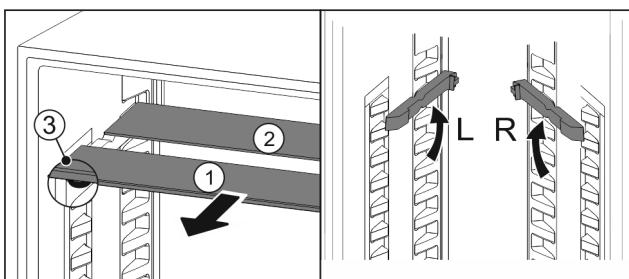

Fig. 94
- ▶ Издърпайте Fig. 94 (1) поотделно стъклените площи напред.
- ▷ Стъклената плоча Fig. 94 (1) с декоративната лайстна е отпред.
- ▷ Ограничителите Fig. 94 (3) сочат надолу.